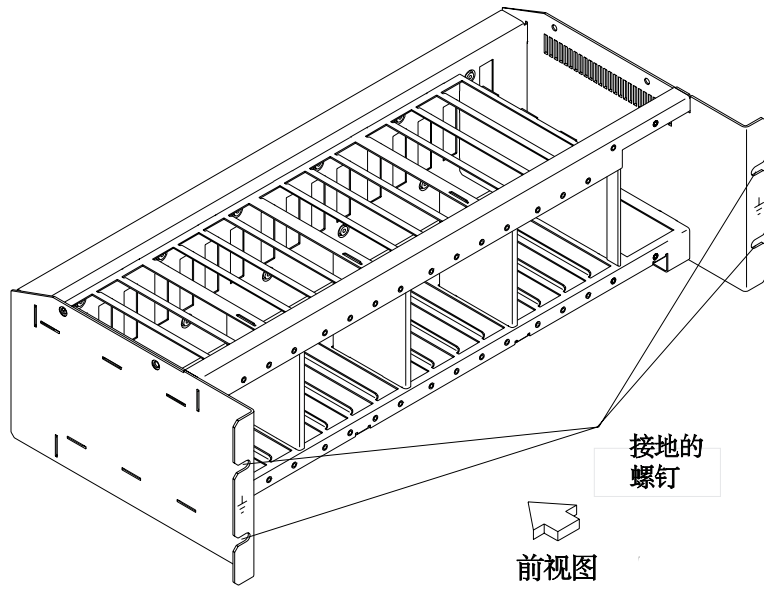

图1-6. LCB 经螺钉接地
- 假如 LCBs 存在，则可以保证在接地机架和 Line Connection Box (LCB) 之间的电力能继续。此操作一定要在任何网络连接之前进行。（参看在第 5 页的图 1-6）
- 1)假如机架的框架已连接至 PGS，则可以用四口螺钉（用来把 LCB 牢固在机架上）来确保接地。（参看在第 5 页的图 1-6）